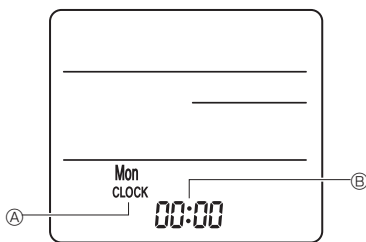

Fig. 6-6
- Mando a distancia (B) Pared (C) Panel de visualización (D) Receptor
3) Configuración (Ajuste del reloj) (Fig. 6-6)